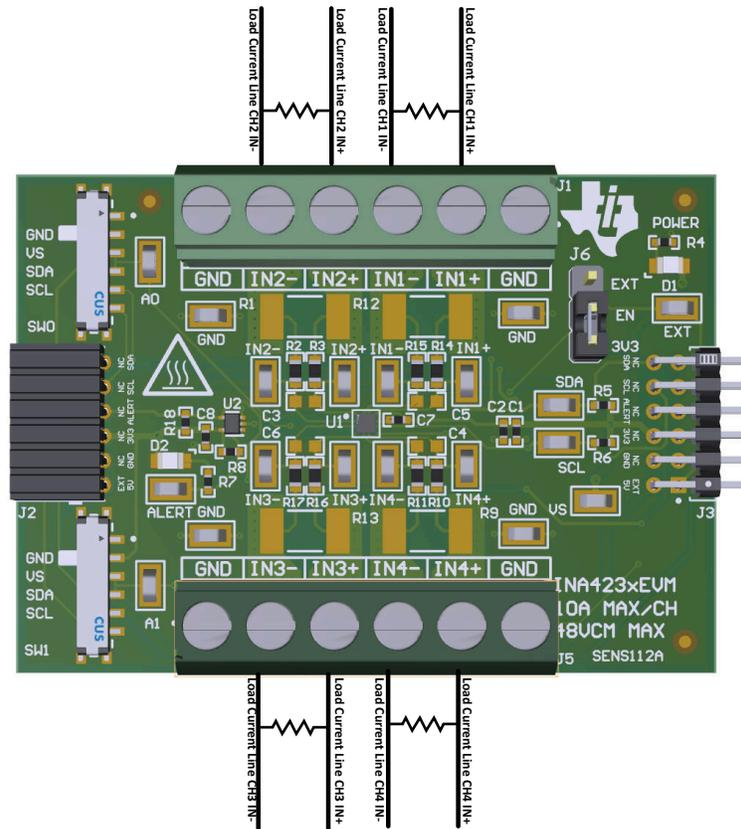

図 2-3. IN+ と IN- の配線 (10A を超える場合)
- b. 図 2-3 に示すように、J1 または J5 の IN+ 端子と IN- 端子の間に外付けシャントを接続します。
- a. 10A を超える測定を行う場合は、図 2-3 に示すように、大電流経路が評価基板 (端子ブロック J1 または J5 を含む) を通過していないことを確認します。